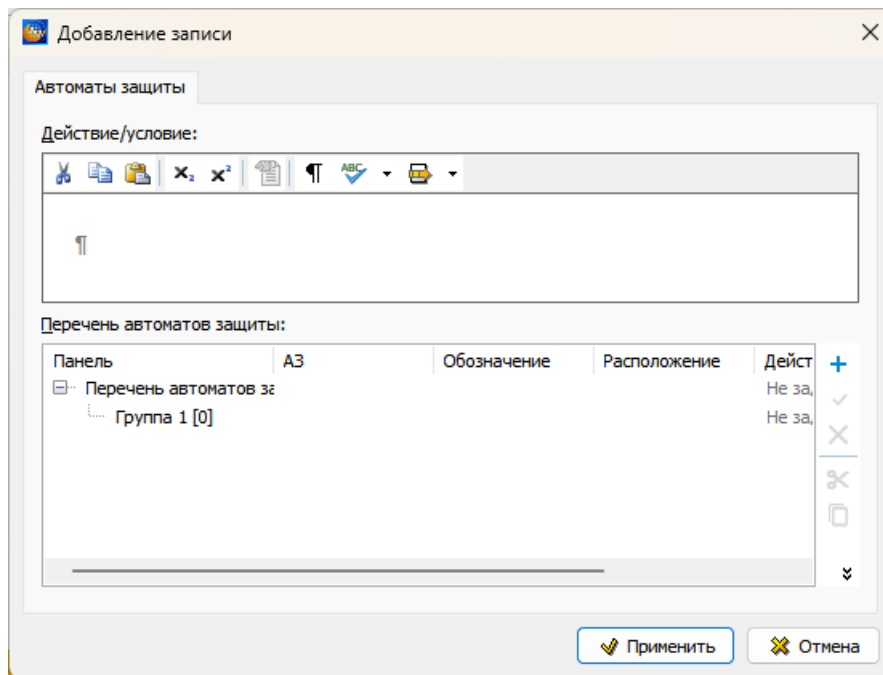

Рисунок 558
2) Щелкните левой кнопкой мыши по полю автоматов защиты сети и нажмите на кнопку  на панели инструментов редактора или выберите команду из контекстного меню. При этом появится окно **Добавление записи** (рисунок 558).